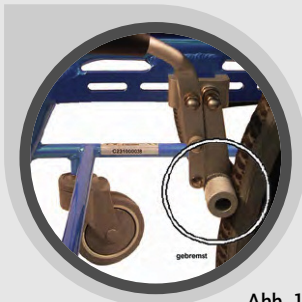

Abb. 11a
- Zum Feststellen der Bremse einfach den Bremshebel nach vorne drücken bis er einrastet (Abb. 11a)